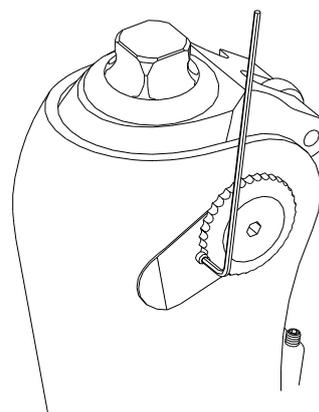

図9
4. 膝の屈曲伸展を行ない、スムーズに動くことを確認した後、回り止めネジをセットします。(図9参照)